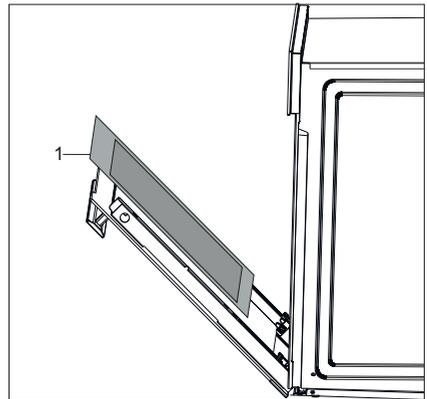

Рис. 32
- Снимите внутреннее стекло прибора для очистки (Рис. 32).